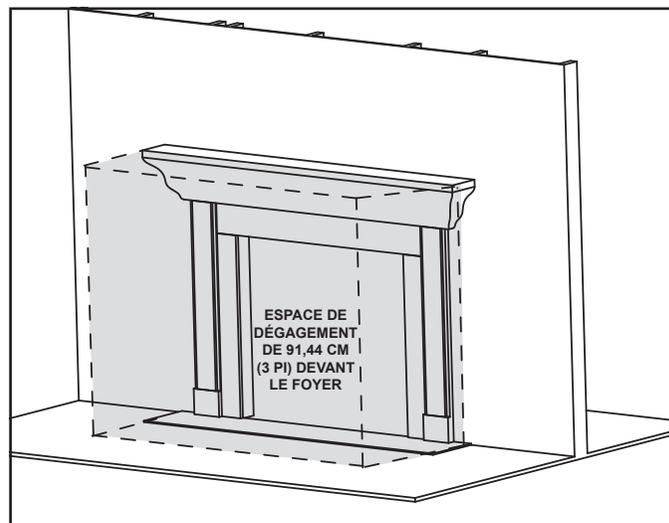

Figure 3.1 Exigences de dégagement – tous les modèles
**AVERTISSEMENT! NE PAS** placer d'objets inflammables devant le foyer ou de manière à recouvrir les ouvertures du foyer. Des températures élevées pourraient provoquer un incendie. Voir la figure 3.1.